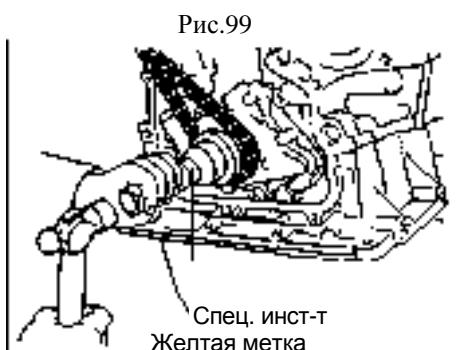

Рис.99
- (c) Установите звездочку коленвала при помощи специального инструмента Рис.99.